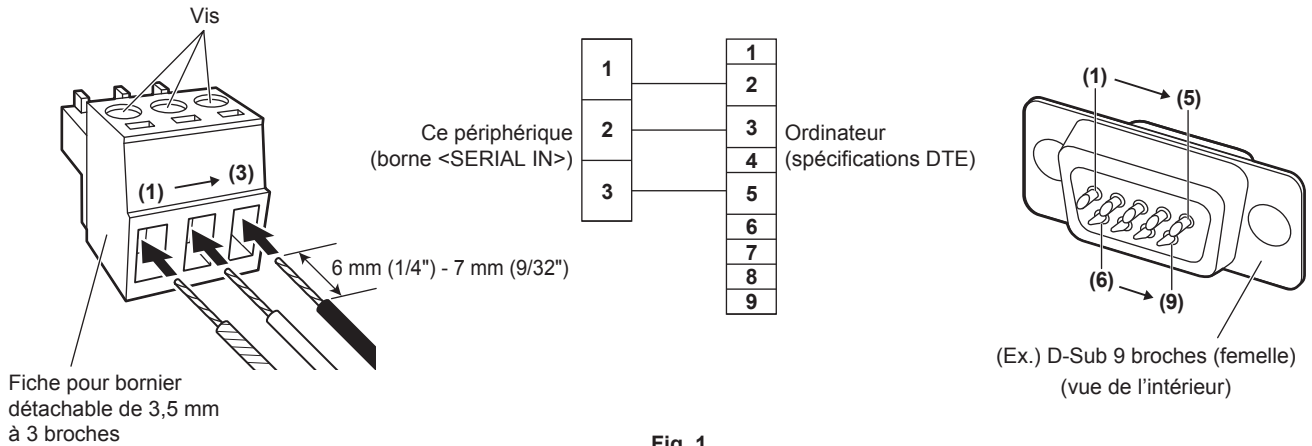

Fig. 1
- 1) Insérez les fils conducteurs dans la Fiche pour bornier détachable de 3,5 mm à 3 broches fournie. (Fig. 1)**
- 3) Raccordez l'autre côté du fil conducteur à la broche correspondante du connecteur D-Sub 9 broches (femelle) (Fig. 1).**